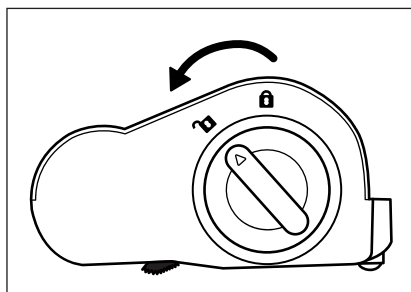

Fig. 26
❷ ATENȚIE!
- Utilizați aparatul numai cu peria rotativă ❷ montată corect.
❸ Indicație
- Curățați periodic peria rotativă ❷ pentru a asigura o funcționare corespunzătoare a aparatului și pentru a evita avariile.
- 1) Îndepărtați peria pentru podea ❸ de la țeava de aspirare ❹ sau de la aparat (a se vedea capitolul **Demontarea aparatului**).
- 2) Deblocați peria rotativă ❷, prin rotirea dispozitivului de blocare a periei rotative ❶ în direcția simbolului ❶ (deschis) (a se vedea fig. 26).